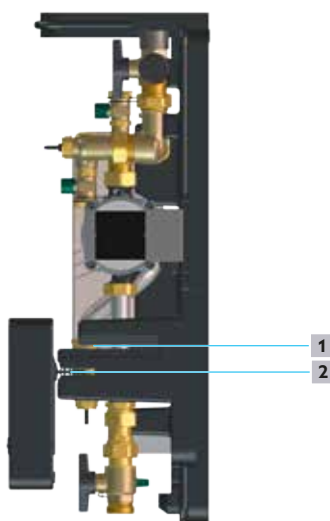

Fig. 7: Position de montage
- 4 Remplacer le régulateur de la position de montage à la position de fonctionnement (voir Fig. 7 en page 29).